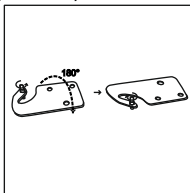

Рисунок 10
3. Снимите штырь с помощью отвертки и защелкните шарнирный кронштейн. Затем верните штырь на место (рис. 10).